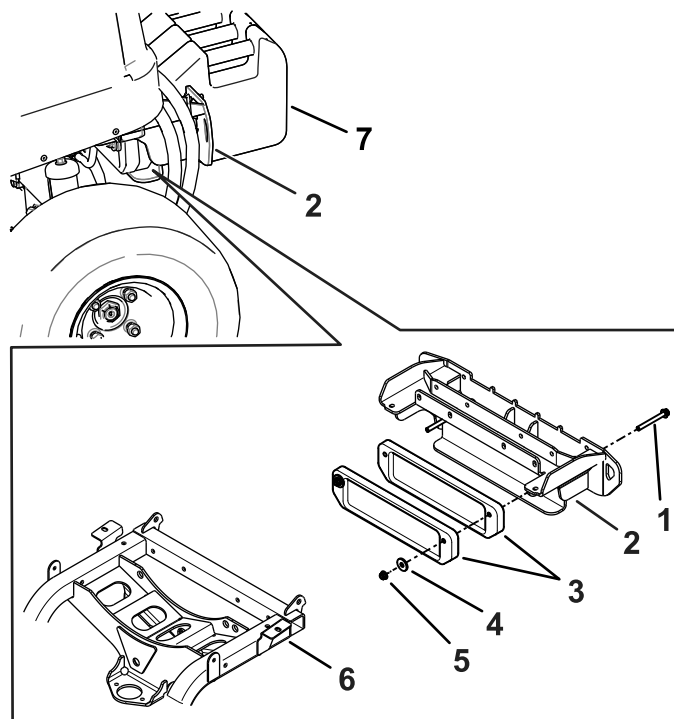

Figure 30
1. Fixez 2 masses (6 kg) entre le cadre et le pare-chocs arrière à l'aide de 2 boulons ( $\frac{3}{8}$ " x  $3\frac{1}{2}$ " ), 2 rondelles ( $\frac{3}{8}$ " ) et 2 contre-écrous ( $\frac{3}{8}$ " ). Voir Figure 30.